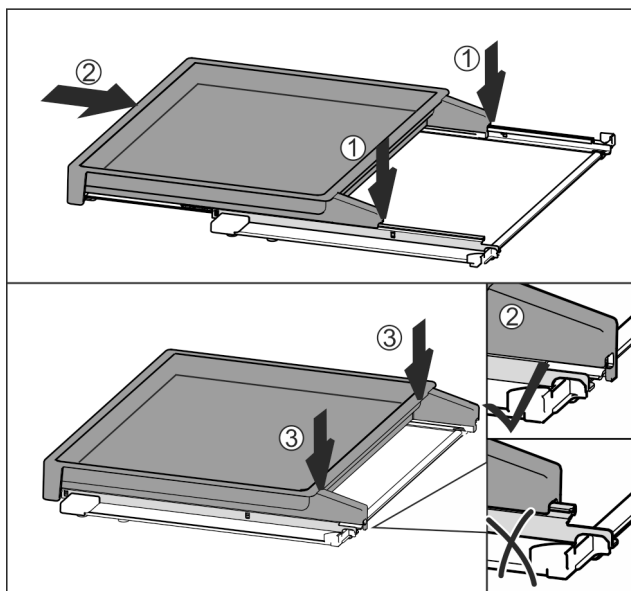

Fig. 175
- ▶ Nasadte uprostřed na kolejničky Fig. 175 (1).
- ▶ Vysouvací přihrádku zcela zasuňte Fig. 175 (2).
- ▶ Zatlačte pak na zadní straně, až slyšitelně zacvakne Fig. 175 (3).